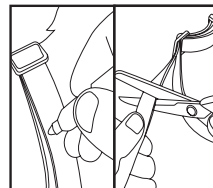

Abb. 7
3. Nachdem Sie das Halsband auf die passende Größe eingestellt haben, können Sie die überschüssige Länge abschneiden (Abb. 7).